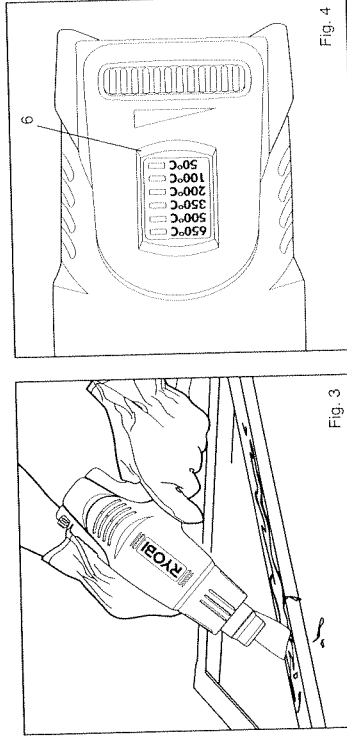

Fig. 3
- Retrait de peintures et de vernis à l'aide d'un grattoir à peinture après ramollissement avec le décapeur thermique (fig. 3).